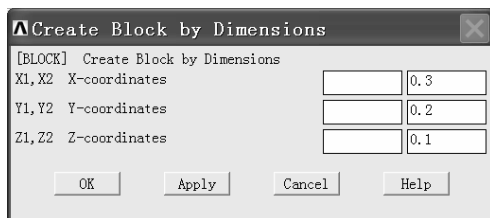

图 3-6 “Create Block by Dimensions”窗口
(6) 在“Linear Isotropic Properties for...”窗口中“DENS”后的方框内输入“7900”，在“EX”后的方框内输入“2e11”，在“NUXY”后的方框中输入“0.3”。以上输入表示：材料的密度为  $7900\text{kg/m}^3$ ，杨氏模量为  $2 \times 10^{11}\text{Pa}$ ，泊松比为 0.3。特别说明，以上输入框中“2e11”表示“ $2 \times 10^{11}$ ”，同理“5e-6”表示“ $5 \times 10^{-6}$ ”。再单击“OK”按钮返回“Define Material Model Behavior”窗口，单击该窗口右上角的叉号关闭该窗口。
(7) 依次选择 Main Menu>Preprocessor>Modeling>Create>Volumes>Block>ByDimensions，弹出“Create Block by Dimensions”窗口（见图 3-6）；在“X1, X2 X-coordinates”后的第二个方框中输入“0.3”（第一个方框中没有填写任何数字，默认为“0”），在“Y1, Y2 Y-coordinates”后的第二个方框中输入“0.2”，在“Z1, Z2 Z-coordinates”后的第二个方框中输入“0.1”，然后单击“OK”按钮，长方体已生成。